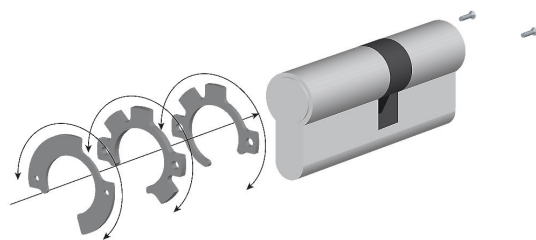

Abb. 9
3. Schrauben des Zahnritzels lösen, Stulpschraube herausdrehen (Abb. 9).
4. Zahnritzel (Teil 1 bis 3) um den neuen Profilzylinder platzieren und mit den Befestigungsschrauben fixieren. Stulpschraube in den neuen Profilzylinder eindrehen (Abb. 9).